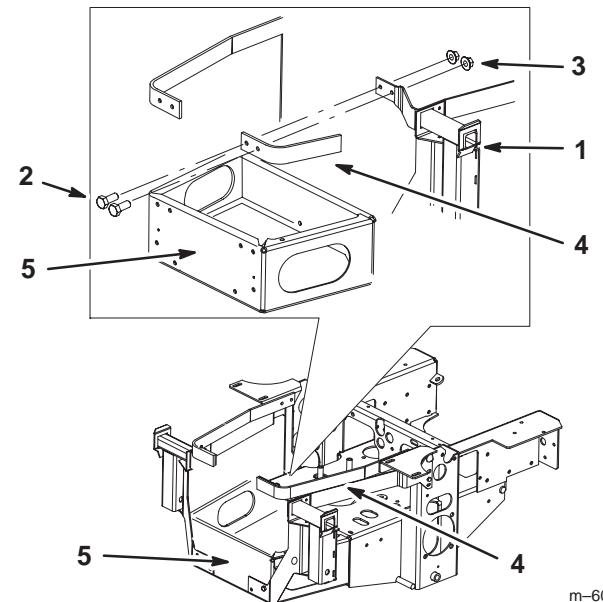

Bild 9
7. Befestigen Sie die Graskollektorbefestigungshalterung lose mit zwei Schrauben (5/16 x 1 Zoll) und zwei Bundmuttern (5/16 Zoll) am Motorhaubenriemen (Bild 9).